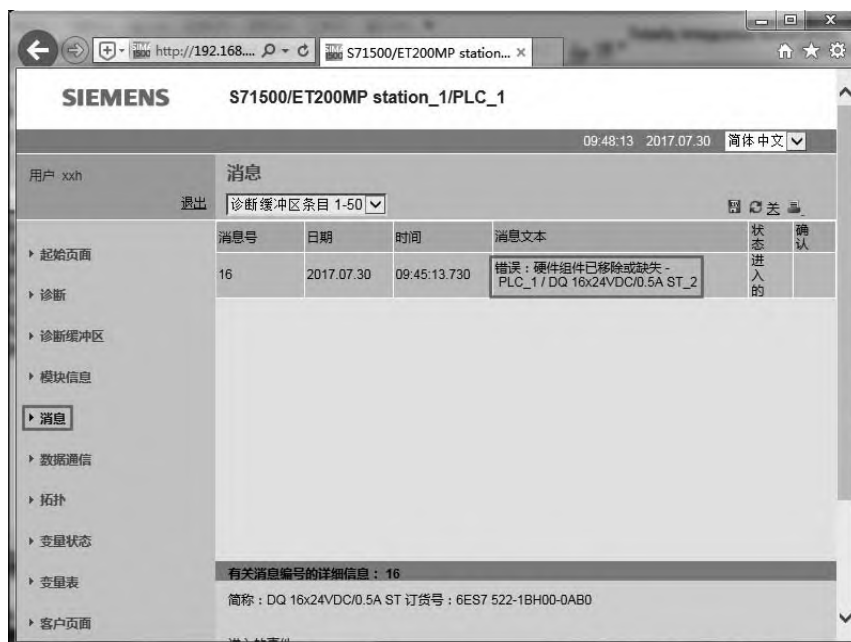

图 10-14 SIMATIC S7-1500 Web 服务器的消息
b. 单击“消息”，可以看到消息文本，如图 10-14 所示，显示本例的错误是“硬件组态已移除或缺失”。